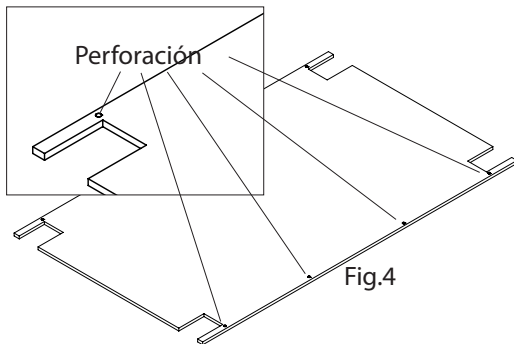

Fig.4
4. Pre-taladrar perforaciones de $\varnothing 3\text{mm}$ para la fijación de los laterales a la placa base. Avellanar cada perforación con una avellanadora (ver Fig. 4 y plantilla pág. 5).